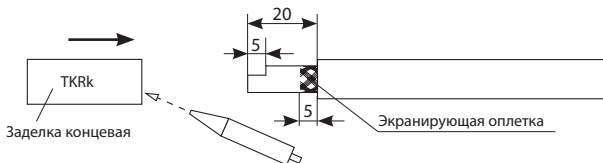

Рис. 9
5.2.2. Срезать конец изолированной матрицы нагревательного кабеля ступенькой. Заполнить концевую заделку герметиком и надвинуть ее поверх оболочки нагревательного кабеля до упора (см. рис. 9).